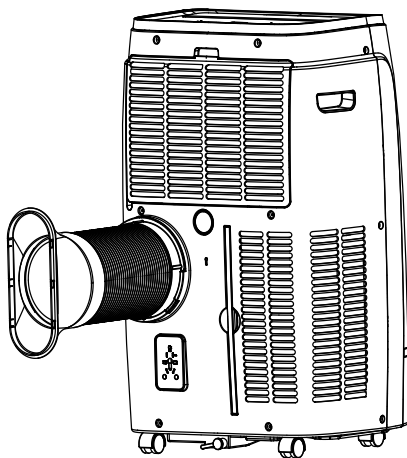

Abb. 1
1. Verlängern Sie den flexiblen Schlauch gerade so weit, dass er nach außen reicht (max. 1,5 m) und befestigen Sie ihn am hinteren Teil der Klimaanlage (Abb. 1).
1. Um das Loch in das Glas zu bohren, empfiehlt es sich, auch das Bullauge-Kit als Zubehör zum Glasmacher mitzunehmen (Abb. 1).
(Abb. 1)